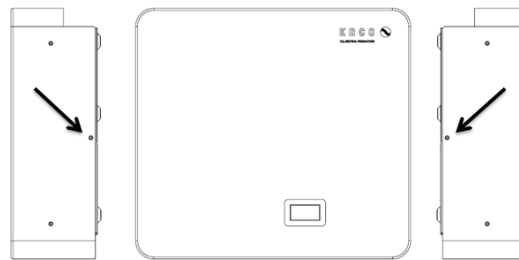

Abb. 6: Position der Sicherungsschrauben
6. Die Wandhalterung von der Rückseite des Gerätes entfernen dazu die Sicherungsschrauben gemäß Abb. 6 lösen und entfernen [~~X~~T_TX20/  1,5Nm].